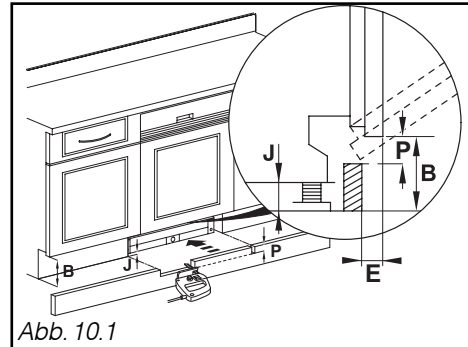

Abb. 10.1
Setzen Sie den Sockel ein; schneiden Sie ihn bei Bedarf gemäß Maß **P** zu (siehe Tabelle und Abb. 10.1).
- Messen Sie den Tiefenwert des Sockels **E** (Abb.10.1) zwischen dem Sockel des Möbelements und der Frontseite des Möbelements. Entnehmen Sie den Wert **P** der sich aus **E** und **B - J** ergibt - aus der Tabelle.